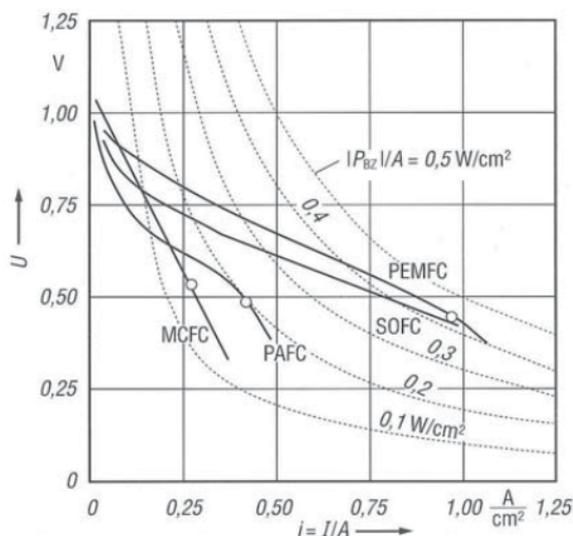

Abbildung 1: Kennlinien verschiedener Brennstoffzellen-Typen
- g) Erklären Sie mit Hilfe des Diagramms in Abb. 1 wie die Stromkennzahl  $S$  des Brennstoffzellen-Stacks beeinflusst werden kann. (4)